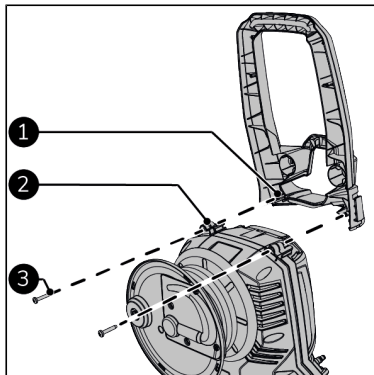

Figure 69.
1. Fixez la poignée (Figure 69, pos. 1) à la partie principale (Figure 69, pos. 2) à l'aide des deux vis ST4,8x24 (Figure 69, pos. 3).